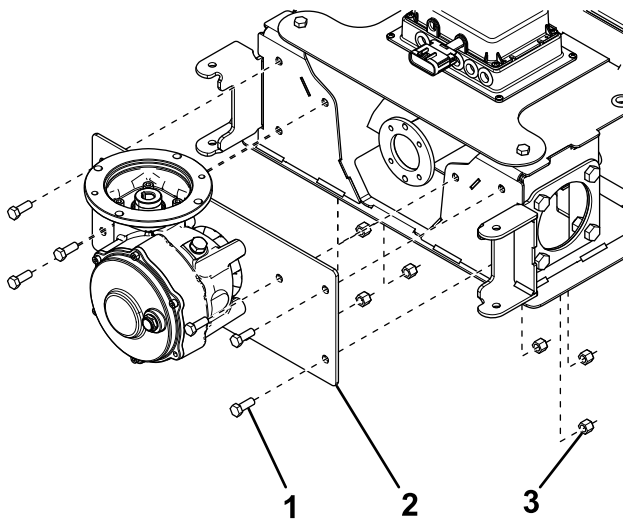

**Figura 6**
2. Sujete la caja de engranajes a la placa de montaje con 4 pernos ( $\frac{1}{2}$ " x 1") y 4 arandelas de freno partidas ( $\frac{1}{2}$ " ), como se muestra en la Figura 6.